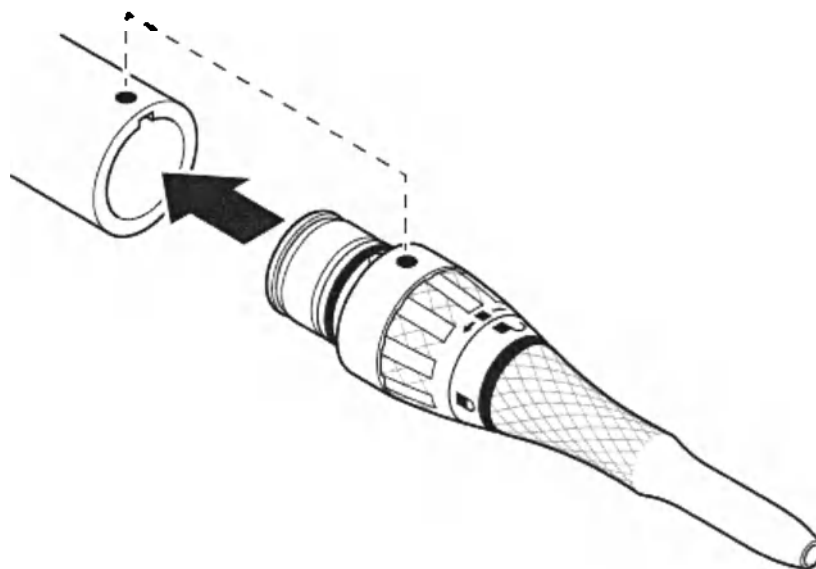

Рис. 1 – Установка насадки в двигатель
1. Совмещая точки на двигателе и насадке, установите насадку в двигатель до упора (Рис. 1).